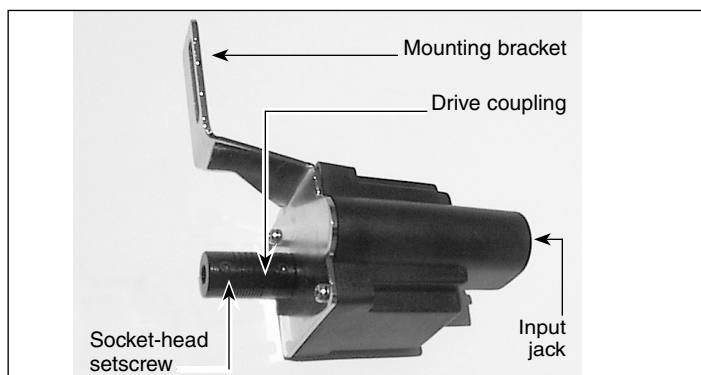

Abbildung 2. Der EQ-1M-Motor. Der Gewindestift am Ende der Antriebskupplung verbindet den Motor mit dem rechten Ende des Schneckengetriebes für die RA-Achse.
2. Lösen Sie den Gewindestift an der Antriebskupplung der Baugruppe für den Motorantrieb (siehe **Abbildung 2**) mit dem mitgelieferten 2-mm-Innensechskantschlüssel.
Setzen Sie vier D-Batterien (Monozellen) in das Batteriefach ein. Richten Sie die Batterien so aus wie auf dem weißen Kunststoff-Batteriefach angegeben. Verbinden Sie das Ende des am Batteriefach befindlichen Stromkabels mit dem DC-Eingang an der Handsteuerung. Stecken Sie den Stecker der Handsteuerung in die Eingangsbuchse (**Abbildung 2**) am Motor.